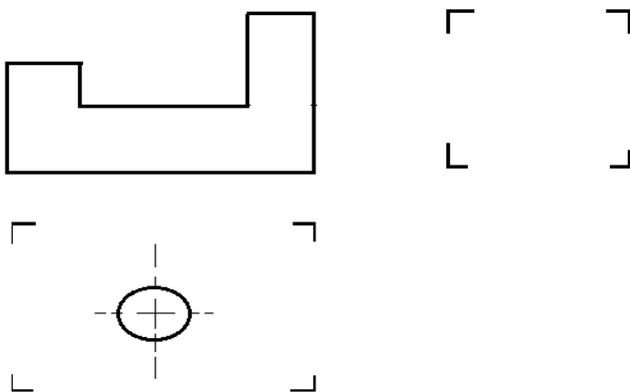

figure1
- 2-Aidez **SAMBA** à bien effectuer la lecture du dessin proposé dans l'épreuve de PCT (**figure1**).